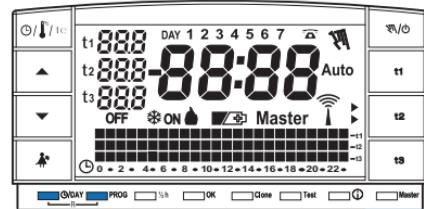

fig. 27
- Se si desidera annullare i dati inseriti mantenere premuti (circa 2 sec.) i tasti **G/DAY** e **PROG**. Sul display appariranno tutti i segmenti accesi (autotest generale fig. 27/28).